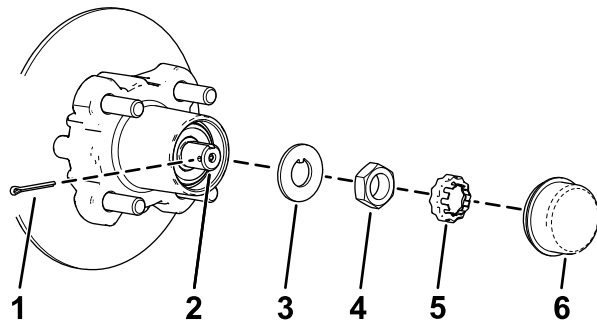
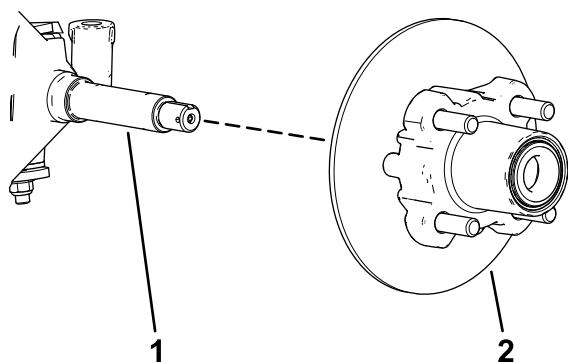

Figura 32
Figura 33
4. Îndepărtați capacul anti-praf de pe butuc (Figura 32).
5. Îndepărtați cuiul spintecat i piulia de fixare de pe ax i piulia axului (Figura 32).
6. Îndepărtați piulia axului de pe ax i separai butucul i ansamblul rotorului de ax (Figura 32 i Figura 33).